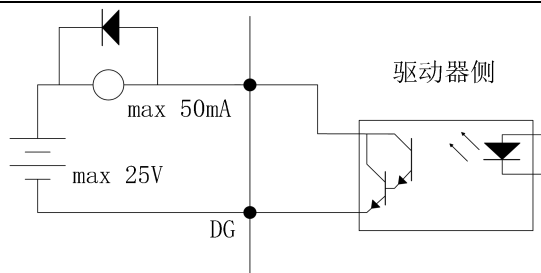

图 2-5b: Type2 开关量输出接口（继电器）
- 2、DO4输出为达林顿晶体管，与光耦（图2-5a）或继电器（图2-5b）连接；